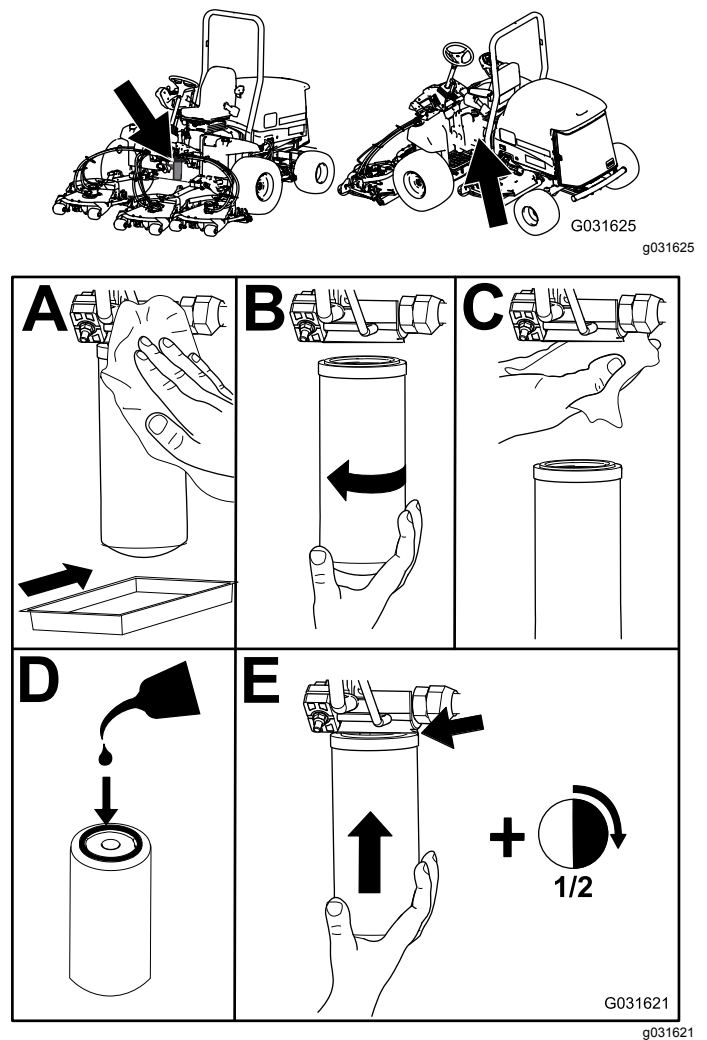

Figura 77
2. Substitua ambos os filtros hidráulicos (Figura 77).